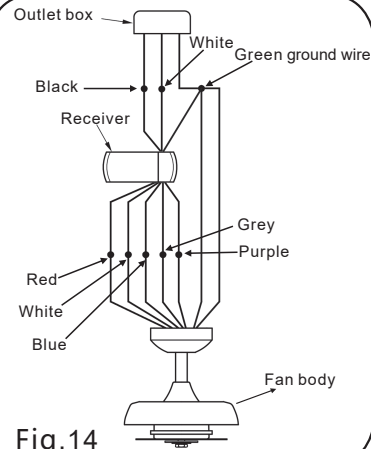

Fig.14
Paso 3: si su caja de enchufe tiene un cable de tierra (cable de cobre verde o desnudo), conecte cables eléctricos conectados a la bola de la horca, el soporte de la horca y el suelo del receptor. Si tu salida La Caja no tiene cable de tierra y luego conecta la bola de la horca y el soporte de la horca. Y la bola del receptor y el cable de tierra del soporte del receptor están juntos. Conexión de cable fijo Se proporcionan tuercas de alambre de plástico. (Fig.14)